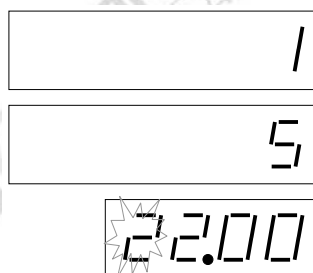
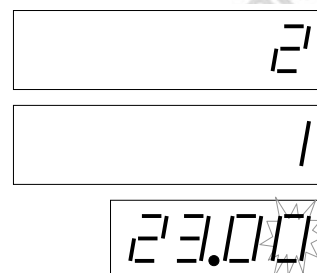

Рис. 7 Перемещение из самого старшего разряда цены за единицу продукта, пистолет 5, сторона А
Рис. 8 Перемещение в самый младший разряд цены за единицу продукта, пистолет 1, сторона В
- с самого старшего разряда цены за единицу продукта см. *рис. 7* с помощью клавиши „-“ перемещает установку на самый младший разряд цены за единицу продукта следующего пистолета или следующей стороны колонки см. *рис. 8*.